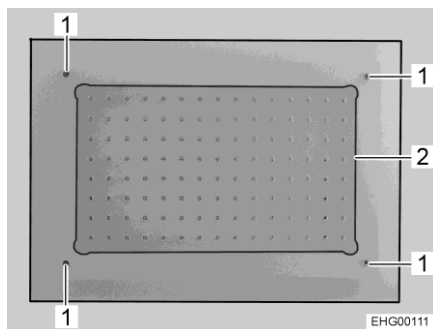

Fig. 299 Plafonnier
- Dévisser les 4 vis (Fig. 299,1).
- Retirer la plaque en verre (Fig. 299,2) sur laquelle des DEL sont fixées.
- Mettre la nouvelle plaque en verre avec les DEL en place et la fixer avec 4 vis (Fig. 299,1).